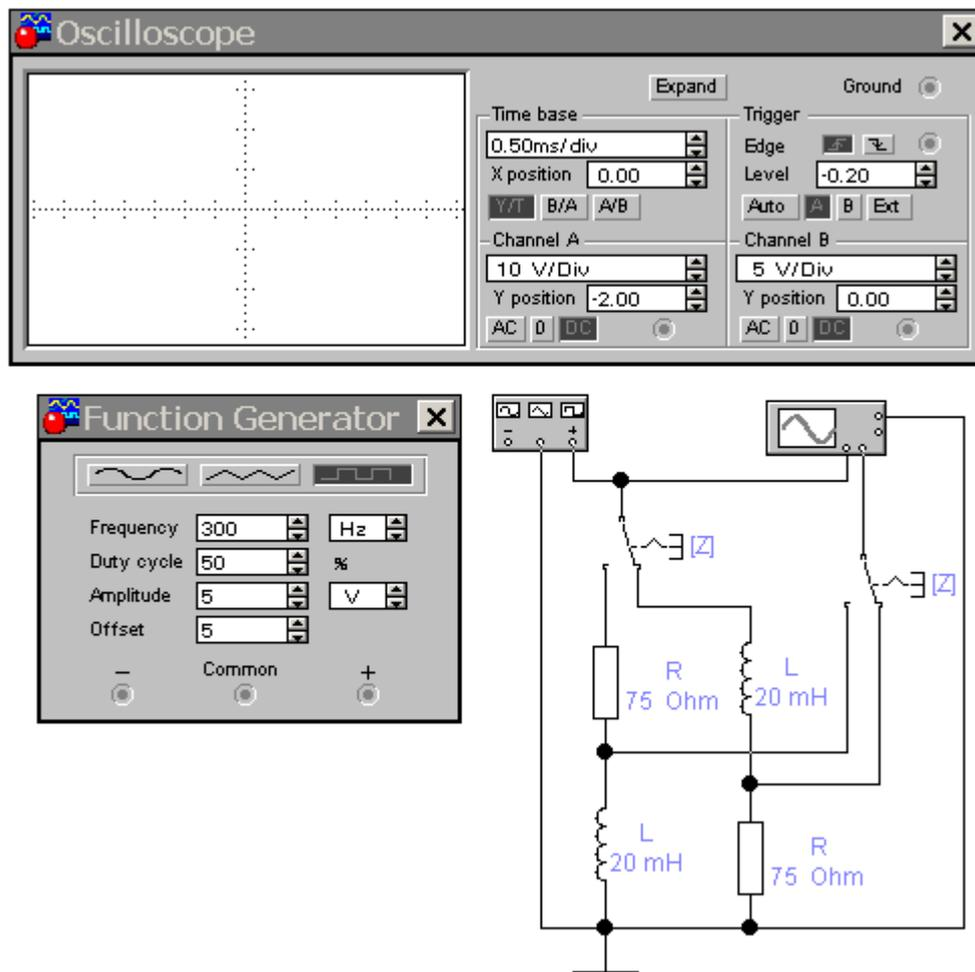

Рисунок 4.3 – Схема измерений переходного процесса в RL цепи
4.2.2 Открыть файл gl.ewb со схемой, показанной на рис. 4.3.